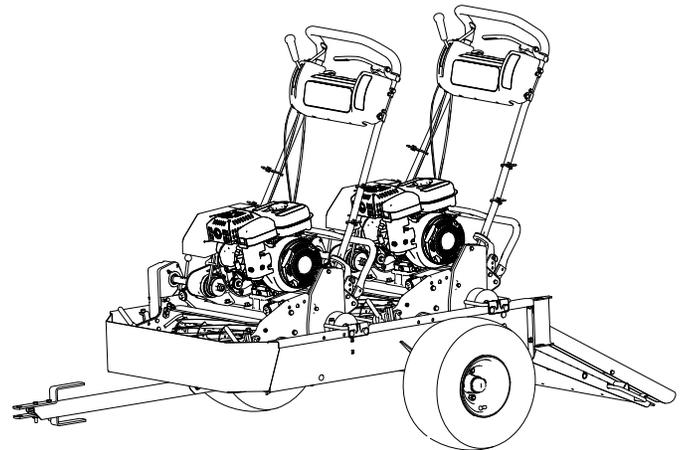

Figura 8
2. Desça as rampas de carga, deslize as máquinas para as calhas e prenda as rodas nos batentes das rodas (Figura 8).